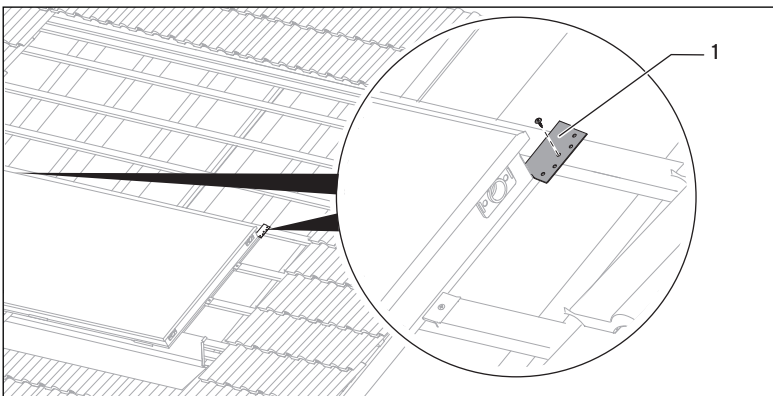

Fig. 6.7 Skru fast plassholder
- Sikre rørforbindelsene med klammerne (3).
- Fest kollektoren på taksprossene sideveis med 4 medfølgende fester og skruer nr. 3 (se **fig. 6.7**).